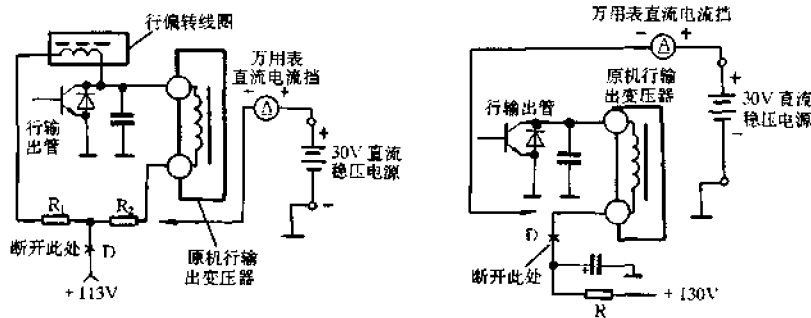

图 4-362 切断主电源的正确方法
(1) 切断行输出级的供电支路时一定要彻底, 否则易造成误判。遇到如图 4-362 所示的行输出电路时, 应在打叉的 D 处切断主电源。
(2) 在切断行输出供电支路后, 应在开关电源的直流输出主电源端对地并接一只 60W/